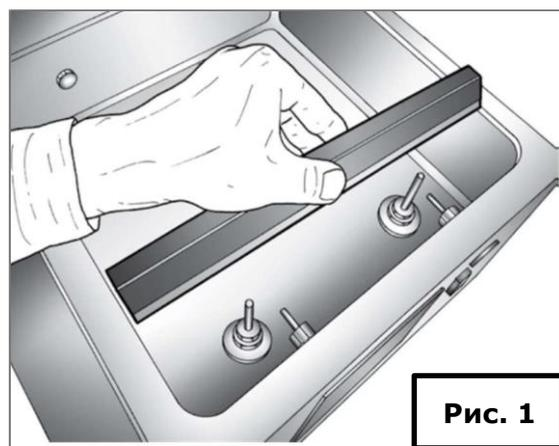

Рис. 1
- Извлеките запаечную планку из вакуумной камеры, подняв ее горизонтально с двух сторон (**рис. 1**).
- 1) Извлеките запаечную планку из вакуумной камеры, подняв ее горизонтально с двух сторон (**рис. 1**).
6) Открутите крышку маслосливной горловины в верхней части насоса с помощью шестигранного ключа (**рис. 1**).
- 2) Снимите силиконовый профиль с верхней планки (**рис.1**).